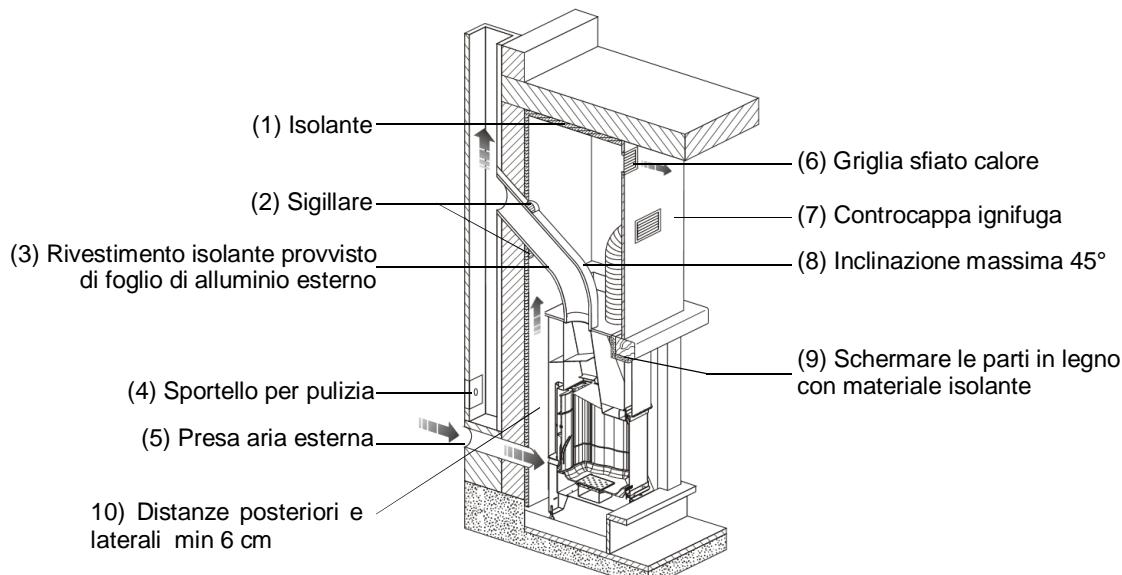

Figura 15
La griglia di sfiato calore (Figura 15 pos. 6) va installata sulla parte superiore della cappa a circa 20 cm dal soffitto. Questa deve sempre essere installata in quanto la sua funzione è quella di lasciare fuoriuscire nel locale il calore accumulato all'interno della cappa (sovrapressione).